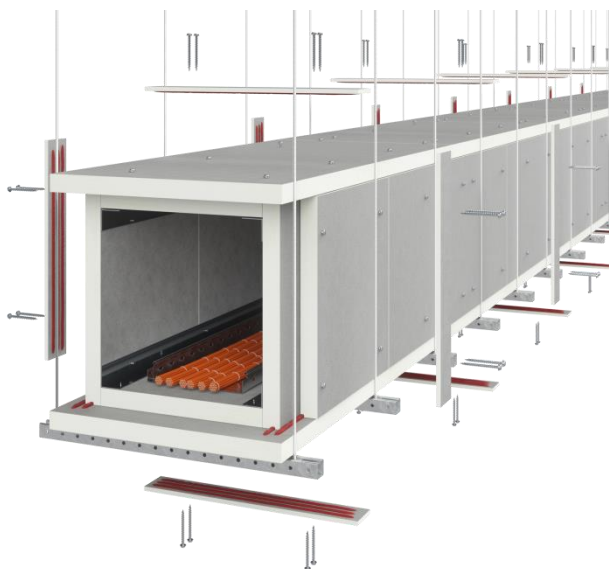

Рисунок 7 Нанесение герметика DS на наклейки перед установкой
- на стыковочный шов снаружи устанавливается накладка шириной 100 мм из плиты толщиной 12,7 мм, перед установкой на накладку наносится герметик DS слоем 1-3 мм (рис.7);
– на стыковочный шов снаружи устанавливается накладка шириной 100 мм из плиты толщиной 12,7 мм, перед установкой на наладку наносится герметик DS слоем 1-3 мм (рис.7а);
Рисунок 7а Нанесение герметика DS на накладки перед установкой